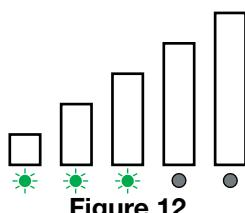

Figure 12
9. Après avoir sélectionné le canal radio, attendre que les voyants à DEL d'intensité du signal cessent d'osciller dans un sens ou dans l'autre. 1 à 5 voyants à DEL verts continus signifie(nt) qu'une connexion a été établie et indiquent l'intensité du signal (Fig. 12).